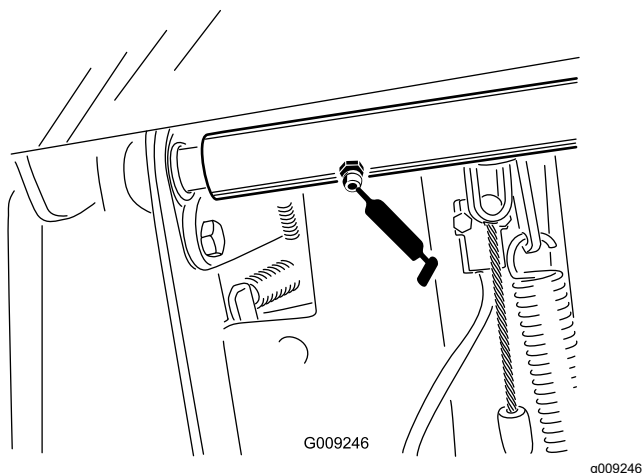

Figure 77
- 2 roulements d'axe de pivot de la pédale de frein (Figure 77)